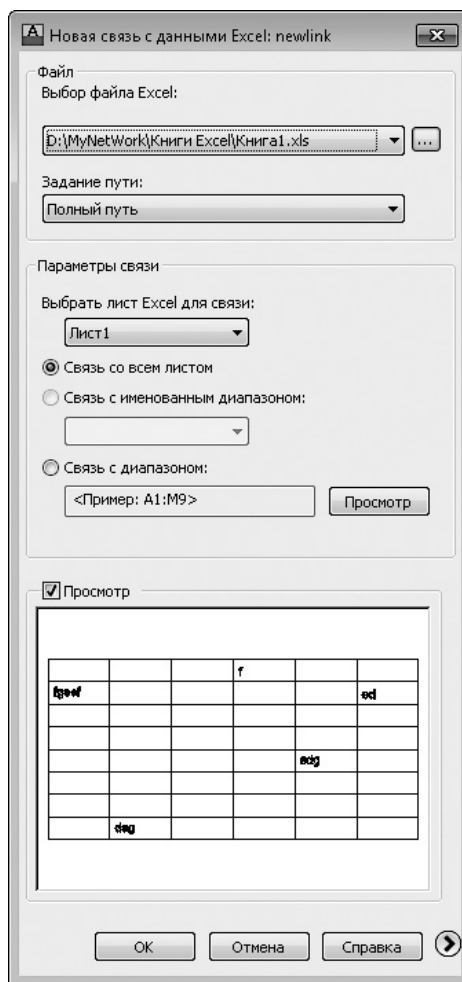

Рис. 4.43. Вид окна Новая связь с данными Excel: newlink после создания ссылки
6. В появившемся стандартном окне выбора файла найдите нужный файл Excel, после чего нажмите кнопку **Открыть**. Окно **Новая связь с данными Excel: newlink** примет вид, представленный на рис. 4.43. В раскрывающемся списке появится пункт, соответствующий новой ссылке.